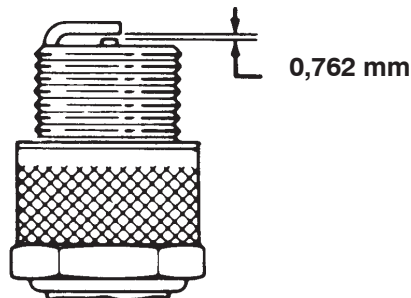

Figure 41
4. Réglez l'écartement entre les électrodes centrale et latérale à 0,762 mm (Fig. 41). La bougie installée doit avoir l'écartement correct et être serrée à 20 Nm.